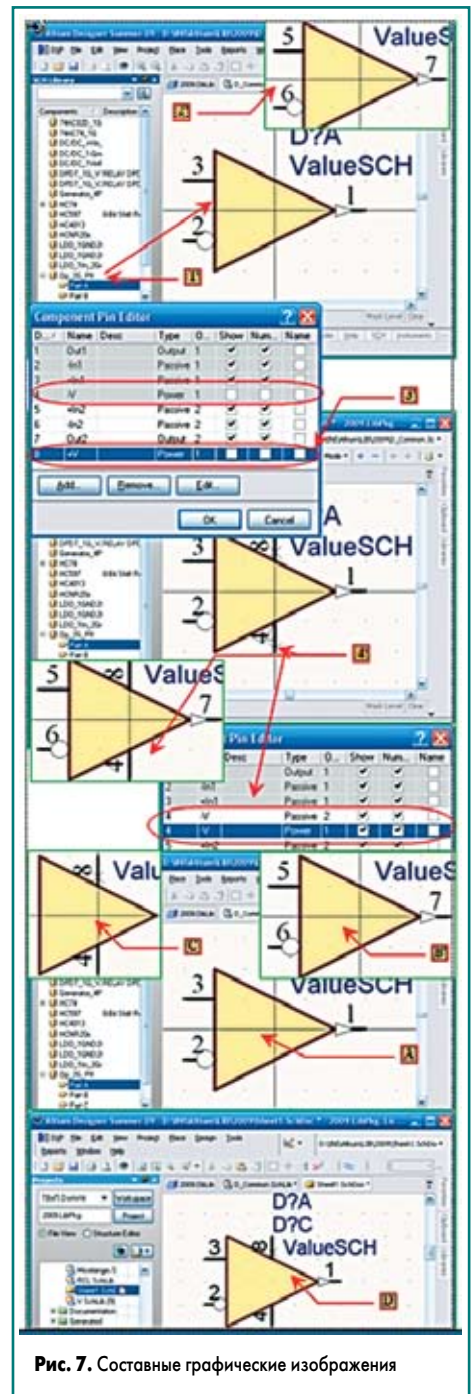

Рис. 7. Составные графические изображения
Итак (рис. 7):
более наглядно. На рис. 7 показано, как сделать выводы питания, отображаемые в двух частях компонента. Отметим, что в таблице **Component Pin Editor** каждый вывод питания продублирован и указан для всех секций компонента. Кстати, подход дублирования выводов на графическом компоненте можно применять и в других случаях, если это повышает наглядность схемы.
5. Часто питание усилителей производится через фильтры, а это явно требует указания данных выводов. Здесь есть проблема, так как, с одной стороны, необходимо отнести выводы питания к одной из секций, с другой — необходимо оставить возможность взаимозаменяемости секций. Эту проблему легко разрешить, создав трехсекционный компонент, причем в третьей секции будут размещены только выводы питания, и она легко совмещается с первыми двумя. На рис. 7 в данном варианте показаны: